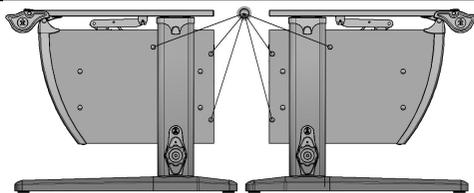

Рис. 22
5.1. Установить заглушки конфирмата (поз. 5, пакет № 29) согласно рис. 22; 23.